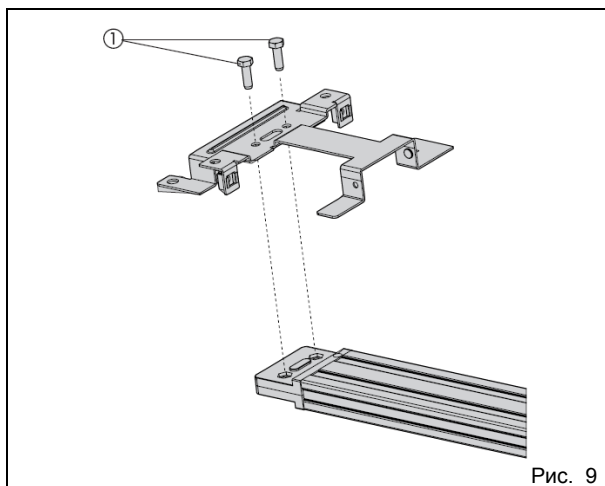
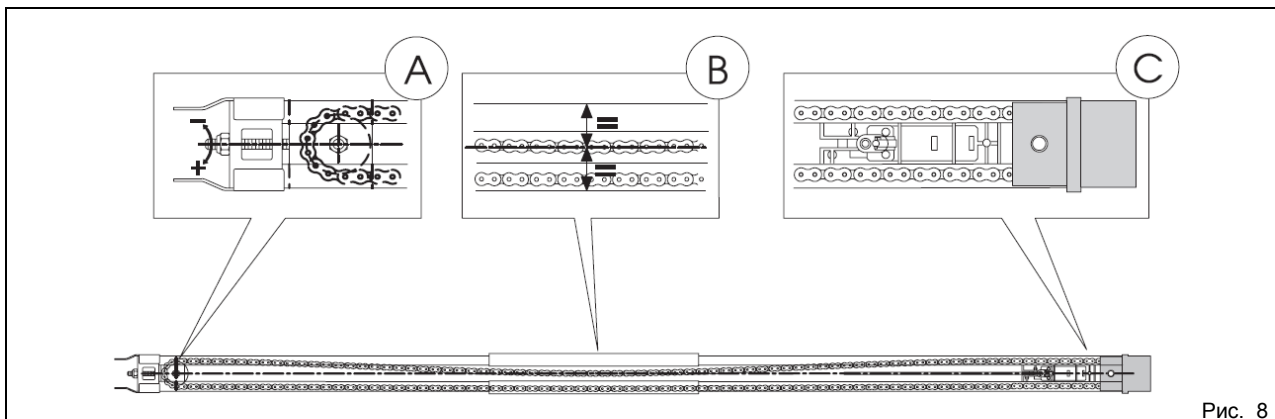

Рис. 9
Рис. 8
- 5) После этого направляющий профиль поворачивают на бок (рис. 8).
- 6) Каретку прижимают к муфте привода (рис. 9, поз. С).
- 7) Натяжитель цепи (рис. 8, поз. А) следует отрегулировать таким образом, чтобы верхний участок цепи провисал до середины направляющего профиля (рис. 9, поз. В).
Перед креплением направляющего профиля к потолку следует установить крепление на задний конец профиля и закрепить винтами, как показано на рис. 9, поз. 1.